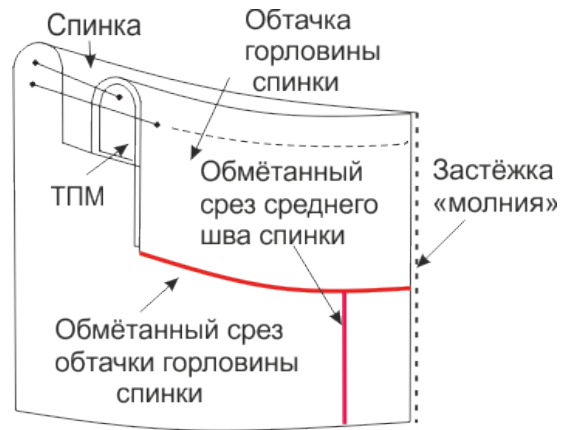

Рис. 1
16. Обтачайте срез горловины платья обтачкой (рис. 1). Припуски шва необходимо заутюжить в сторону обтачки.